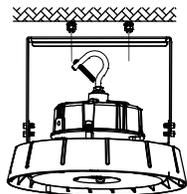
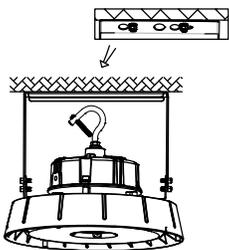

Figure 5
Figure 6
3. Align the bracket hole with screw hole (figure 5), and push the fixture to one side (figure 6) and secure it.
3. Aligner le trou du support avec le trou de la vis (Figure 5) et pousser le luminaire sur un côté (Figure 6) et rattacher.